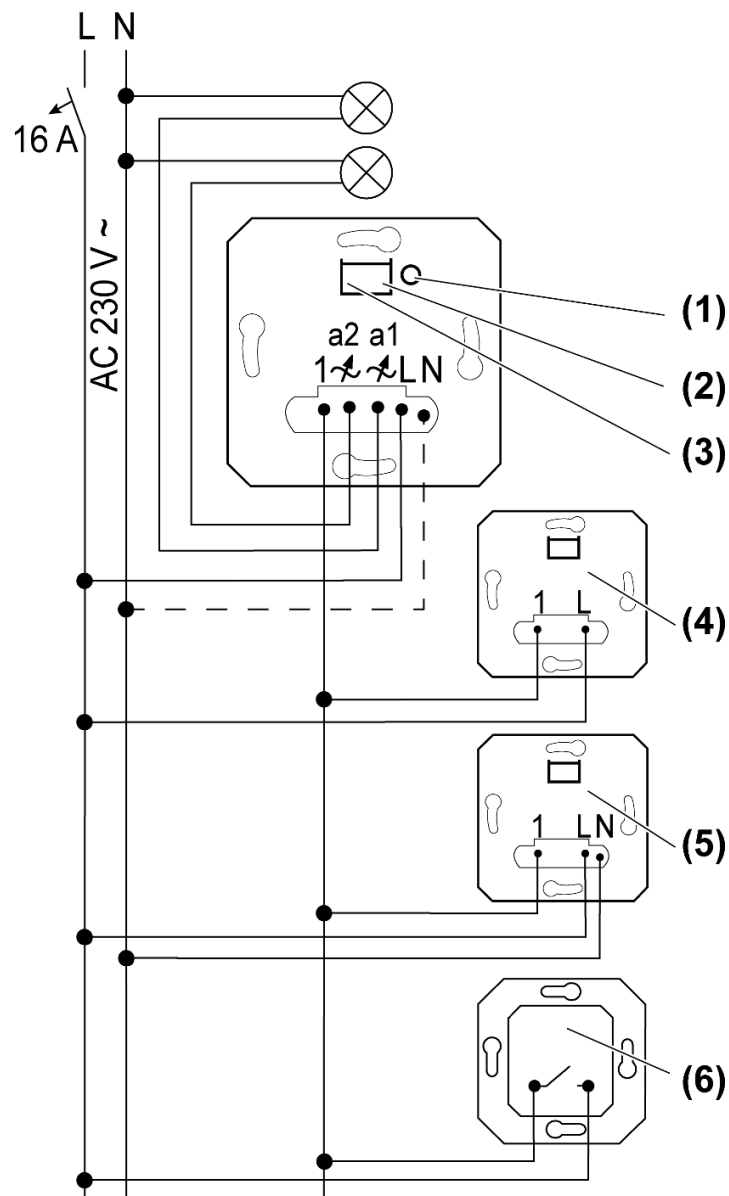

Figure 1: Schéma de raccordement avec postes auxiliaires en option
- Appuyer sur le bouton **Mode de variation** (1) pendant plus de 4 secondes jusqu'à ce que les LED (2) et (3) s'allument (voir figure 1).